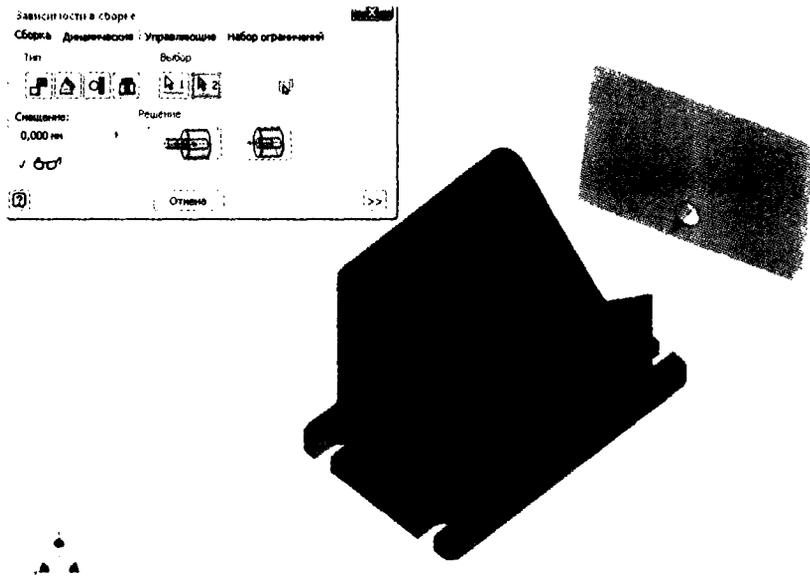

Рис. 4.5. Применение зависимостей автоматически не отключает всех перемещений
6. Выберите круговое ребро отверстия на фиолетовой детали и круговое ребро отверстия на красной детали, как показано на рис. 4.5.